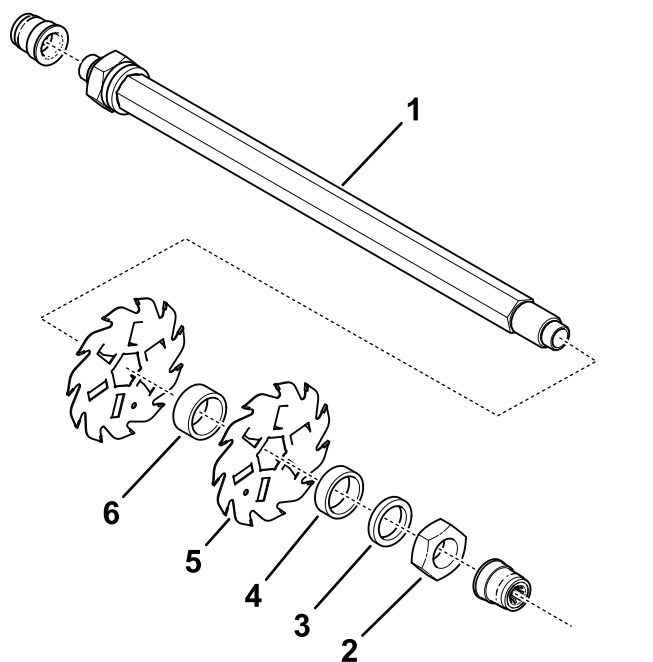
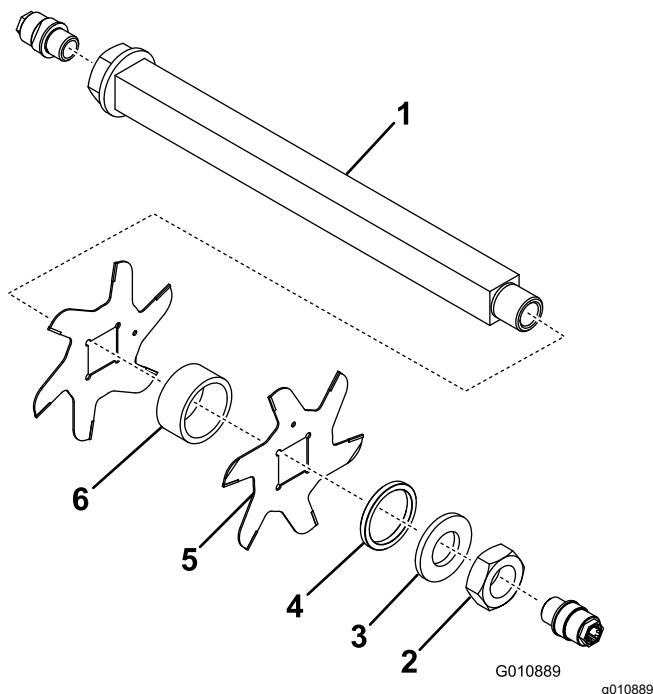

Рисунок 14
Рисунок 15
3. Снимите малый разделитель (разделители), шайбу (только модель 03619), ножи и большие разделители. Очистите и смажьте шестигранный или квадратный вал небольшим слоем смазки, чтобы облегчить сборку (Рисунок 15 или Рисунок 14).